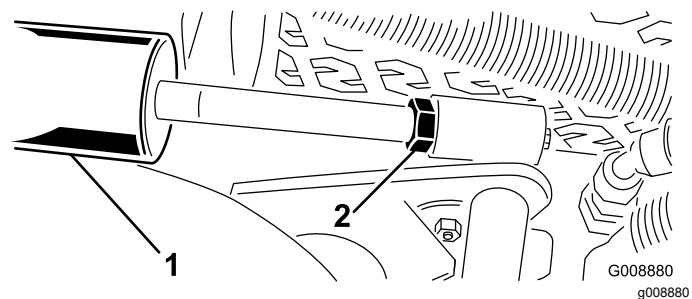

Figure 15
A. Abaissez les plateaux de coupe et desserrez l'écrou de blocage sur le vérin (Figure 15).